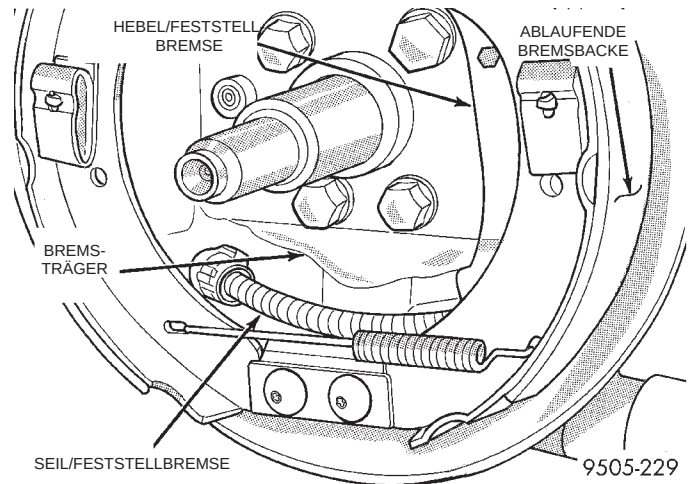
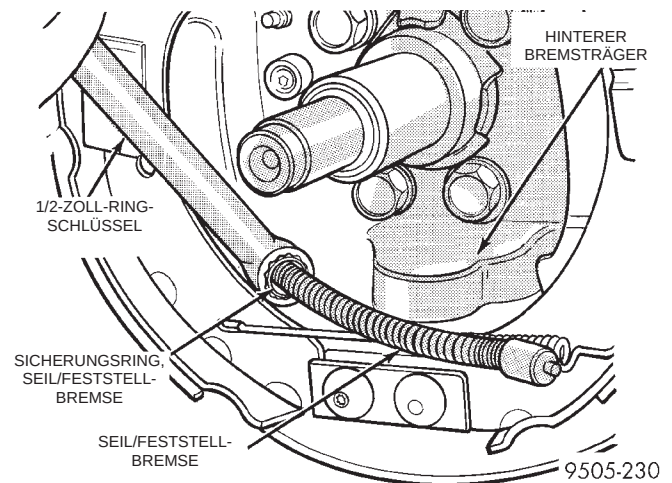

Abb. 10 Befestigung des Seilzugs am Hebel der Feststellbremse
Abb. 11 Seil der Feststellbremse aus dem Bremsträger ausbauen
(5) Seil der Feststellbremse aus dem Hebel aus-hängen (Abb. 10). Dann das Seil aus dem hinteren Bremsträger ausbauen (Abb. 11). Zum Ausbau des Seilzugs folgendermaßen vorgehen. Einen 1/2-Zoll-Ringschlüssel über den Sicherungsring des Seils schieben (Abb. 11), um die Haltenasen zusammenzuquetschen. Dann den Seilzug aus dem Bremsträger herausziehen.